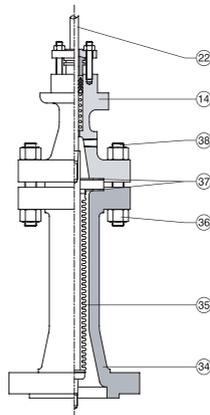

Fig. 5 – Castelo com fole de selagem
5.1.9 Retire a sede (4) e junta da sede (5). Para assento resiliente (fig. 5) a sede é composta por sede superior (4.3), anel sede (4.2) e sede inferior (4.1).
Para válvulas com fole de selagem (fig. 5), substitua os passos 7, 8 e 9 do procedimento acima pelos seguintes passos: